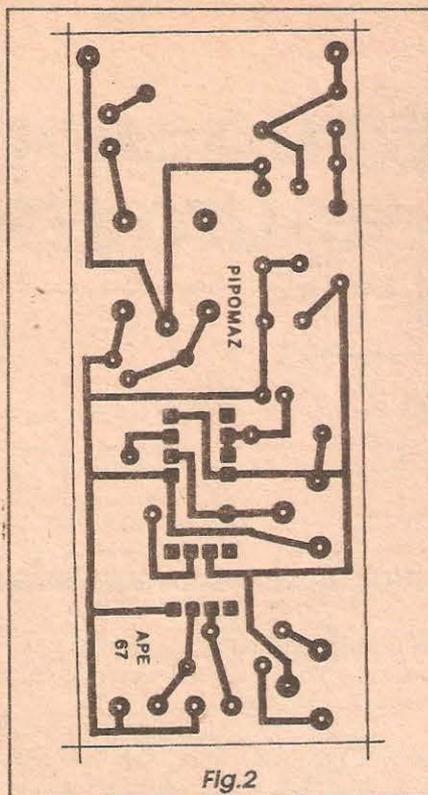

Fig.2
- FIG. 2 - LAY OUT DO CIRCUITO IMPRESSO ESPECÍFICO - Para quem já confeccionou uma ou duas plaquinhas antes, a realização do impresso específico para a PIPOMAZ não deve apresentar a menor dificuldade, já que embora não muito pequena, a placa é absolutamente descomplicada e desorganizada. A partir do diagrama de ilhas e pistas, visto em escala 1:1 (tamanho natural) na figura,